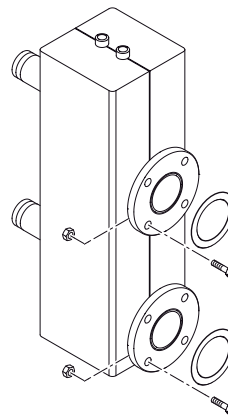

Fig. 7
1.9 COMPENSATORE IDRAULICO cod. 8101550 (da richiedere a parte) (fig. 7)